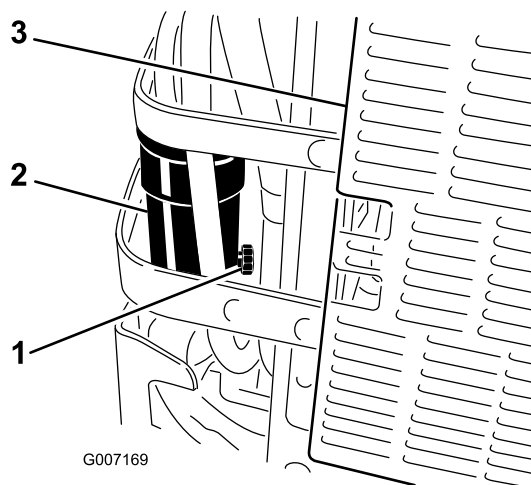

Figura 53
6. Aprite di circa un giro la valvola di spurgo sul separatore di condensa per permettere lo spurgo dell'acqua e di altre sostanze contaminanti (Figura 53).
7. Chiudete la valvola di spurgo quando inizia a fuoriuscire solamente gasolio (Figura 53).